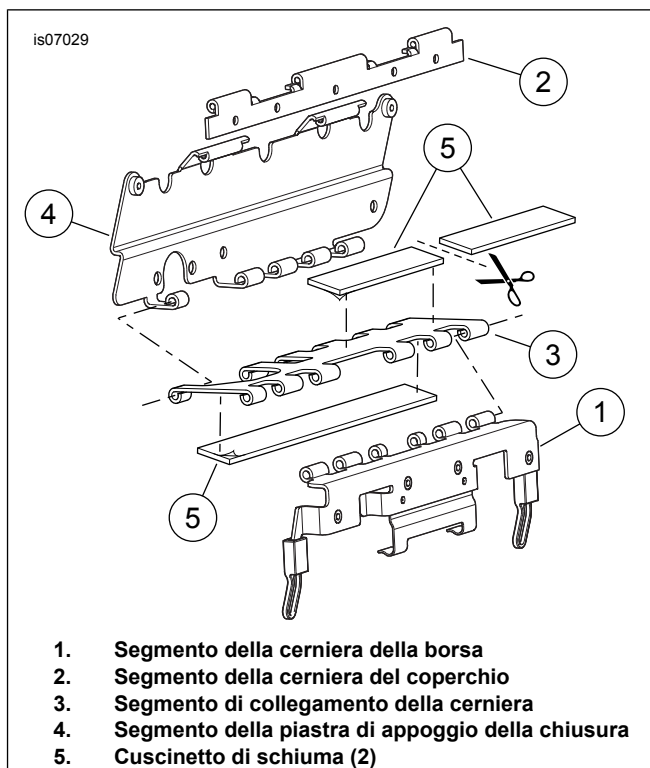

Figura 4. Installare i cuscinetti di schiuma sulla cerniera della chiusura della borsa (illustrato il lato di sinistra)
Vedere Figura 4. Per chiarezza, la cerniera di chiusura della borsa viene illustrata con i perni rimossi.
15. Procurarsi dal kit due cuscinetti in schiuma (Figura 7, elemento 12). Tagliare un pezzo a metà, come indicato nella Figura 4. Rimuovere il rivestimento dal retro adesivo del cuscinetto **non tagliato** e fissarlo al lato piatto del segmento di collegamento della cerniera della chiusura (3). Rimuovere il rivestimento dal retro adesivo di una delle parti tagliate del cuscinetto e fissare questa al lato cerniera del segmento di collegamento della chiusura, come illustrato.